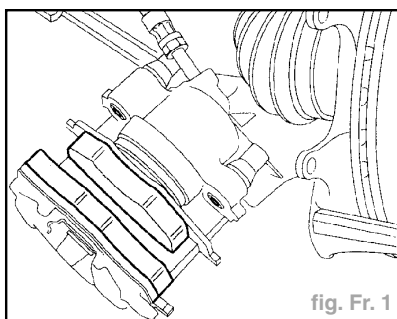

fig. Fr. 1
- Dévisser les deux pivots de guidage de l'étrier de frein et les retirer (fig. Fr. 1).